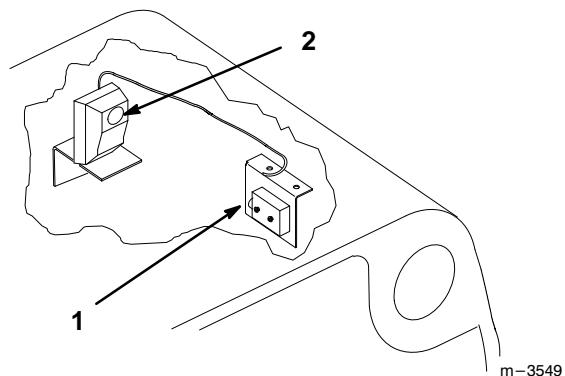

Figure 55
2. Tenir le couvercle ouvert et essuyer le verre du capteur et de l'émetteur à l'aide d'un chiffon doux ou de papier absorbant (Fig. 55).
3. Pour tester le fonctionnement du détecteur de bac plein, mettre le commutateur à clé et l'embrayage de PdF sur MARCHE, mais ne pas mettre le moteur en marche. Placer un morceau de carton épais devant l'émetteur pour bloquer le rayon lumineux (Fig. 55). Le signal sonore doit retentir.